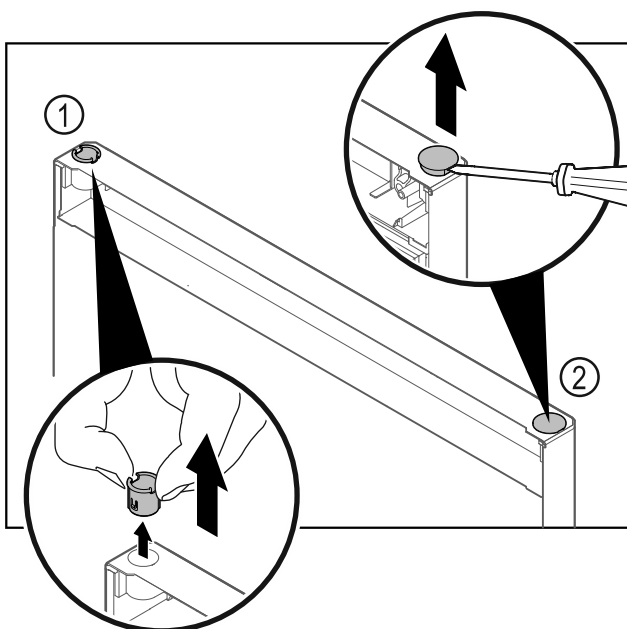

Fig. 22 Vrata hladilnika
- Pušo tečaja Fig. 22 (1) snemite s prsti.
- S ploščatim izvijačem previdno dvignite krovni čep Fig. 22 (2) in ga izvlecite.